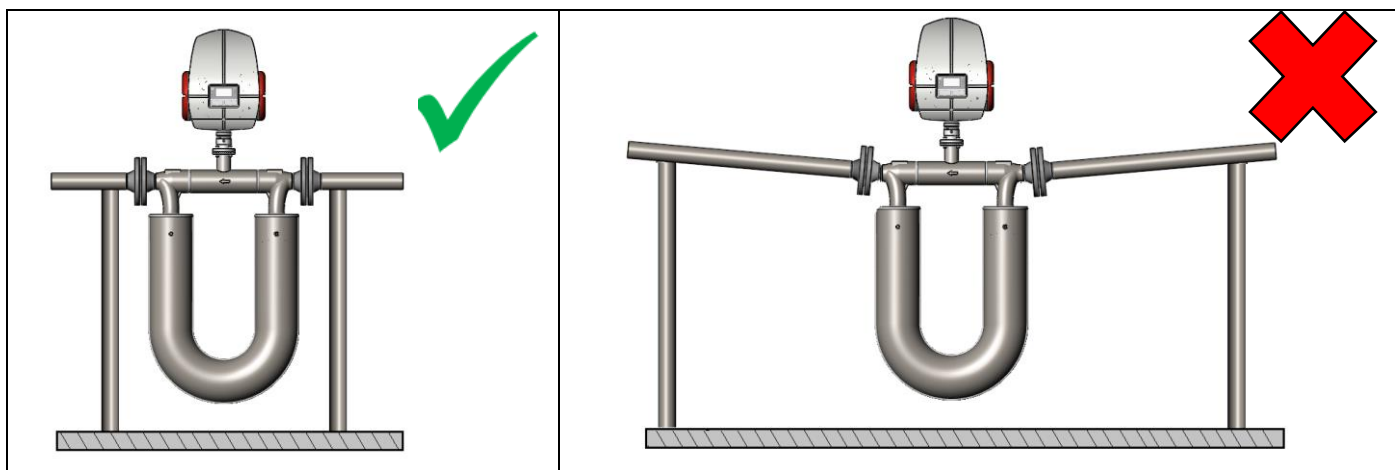

Рисунок 5 – Расположение опор для поддержки трубопроводов
2.2.4 При установке расходомеров имеющих большой вес, необходимо предусмотреть опоры. Опоры рекомендуется устанавливать, как можно ближе к ответным фланцам расходомера. Длинные участки трубопровода между расходомером и опорами могут стать причиной повреждения расходомера см. рисунок Рисунок 5.